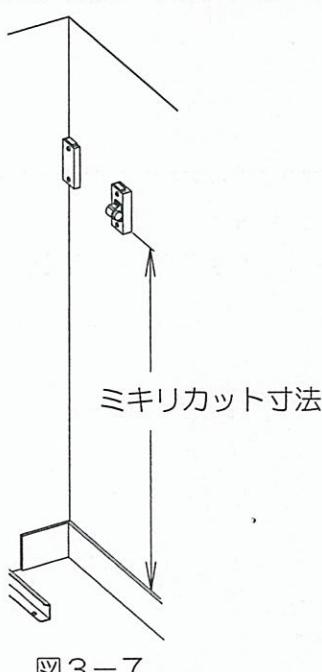
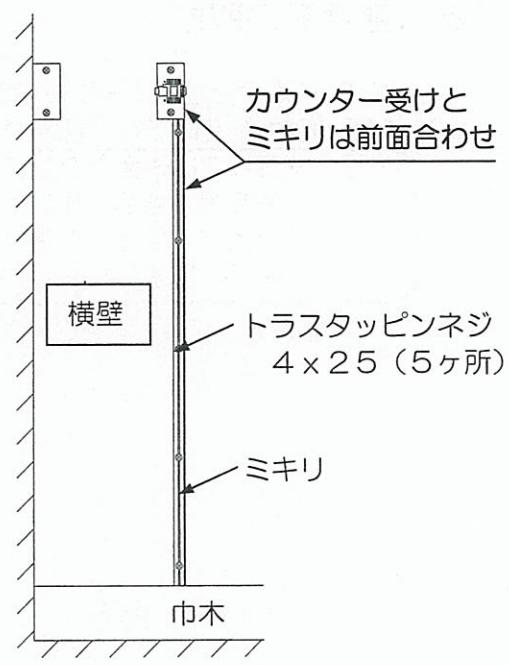

図3-7
図3-9
④ミキリの取付
(1) 図にしたがってミキリをカットし、概ね均等になるように固定用穴Φ5穴を5ヵ所あけてください。穴をあけるのは硬質樹脂側、溝がある部分です。 (図3-7・8)
(2) ミキリの両面テープをはがし、カウンター受けの前面と合わせて仮固定してください。
(3) ミキリの穴位置に合わせて壁面に下穴Φ2穴をあけてください。
(4) 付属のトラスタッピンネジ 4×25 5本でミキリを取付けてください。 (図3-9)